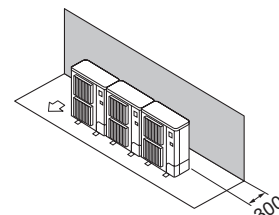

Fig. 2-12
- ① Само препятствия отзад (Fig. 2-12)